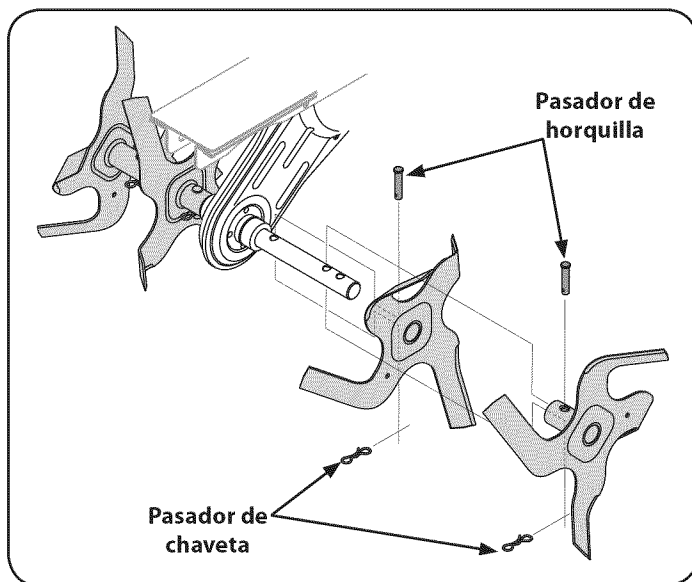

Figura 28
1. Para retirar un conjunto de dientes, simplemente saque el pasador de chaveta asegurando el pasador de horquilla para cada diente. Vea la Figura 28.